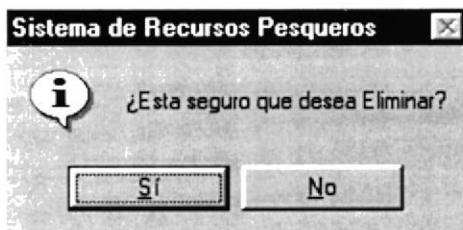

Figura 9.25 Mensaje de Eliminación
2. Nos aparece el siguiente mensaje (ver figura 9.25).